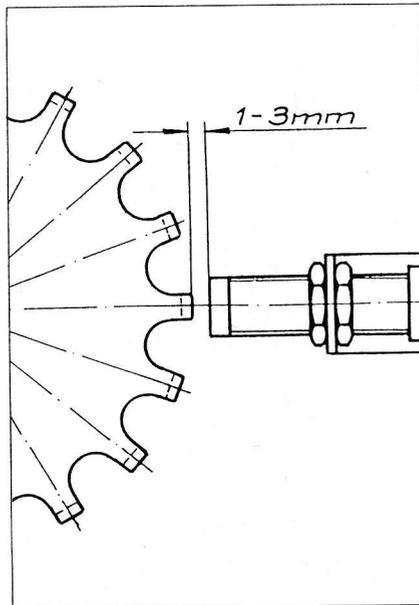
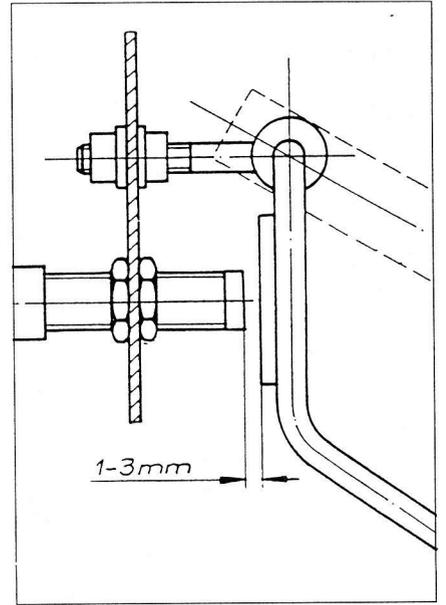
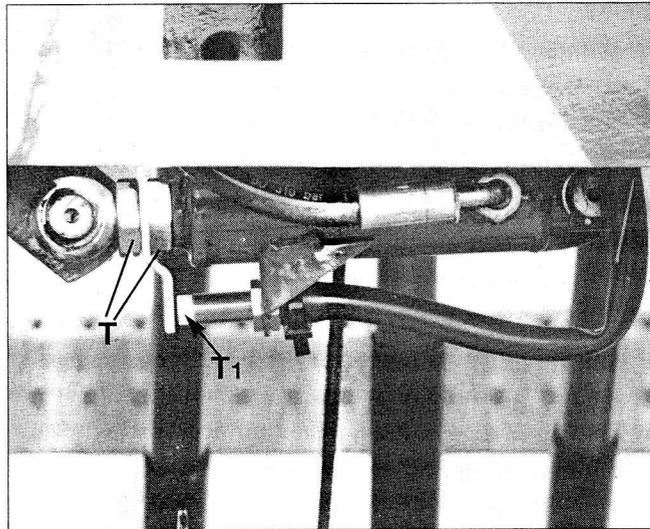

Fig. 55
Fig. 56
Fig. 62
Die Säwellenkontrolle (Fig. 55) alarmiert einen Stillstand der Säwelle beim Säen (Leuchte plus Hupsignal); der Restmengenmelder (Fig. 56) zeigt an, wenn ein bestimmter (verstellbar) Rest-Füllstand unterschritten wird - ohne Hupsignal. (Sensoreinstellung siehe Wartung.)
**Grundeinstellung des Spuranreißer-Schaltautomaten** (Fig. 62):
**Sensoreinstellung** (Fig. 55, 56, 62): der induktive Sensor wird mit Abstand 1-3 mm eingestellt (**T1**, Fig. 62). Im Sensor eingebaut ist eine Funktionskontrolle (Leuchtdiode), so daß bei einer Korrektur-einstellung bzw. Probeschaltung das „Funktionieren des Sensors“ sichtbar ist.